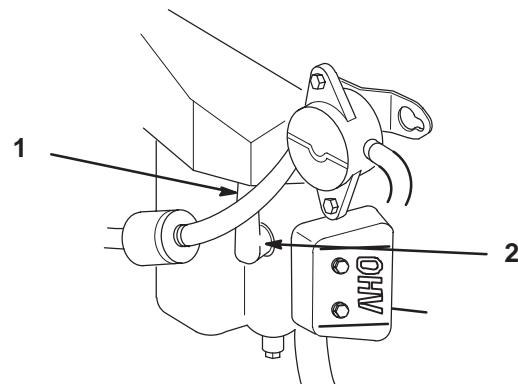

Figure 41
2. Débranchez les fils des bougies (Fig. 41). Nettoyez la surface autour des bougies pour éviter que des impuretés n'endommagent le moteur en tombant à l'intérieur.
3. Rebranchez les bougies (Fig. 41).